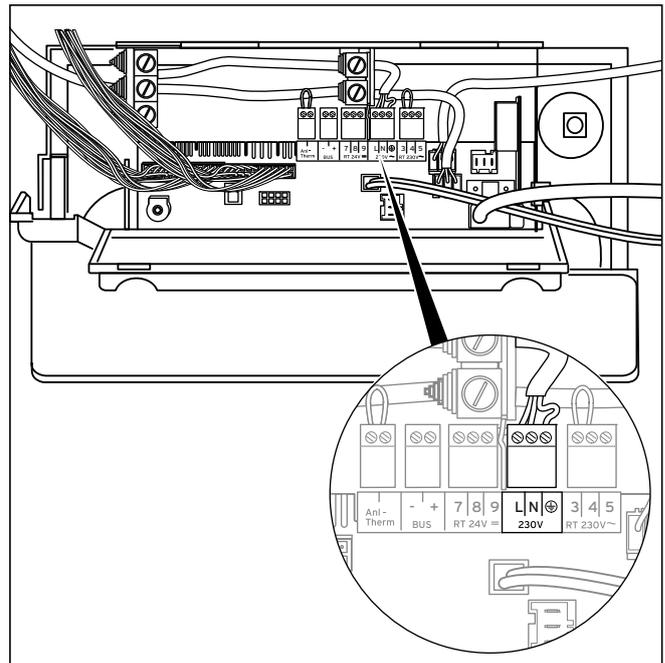

Abb. 5.16 Beispiel für Kabelführung
- Schließen Sie die Adern an die Steckplätze der Elektronik an (L, N und Erde), siehe Abb. 5.16. Verwenden Sie den ProE-Stecker des entfernten Netzanschlusskabels.
- Schließen Sie die Adern entsprechend Abb. 5.16 an die entsprechenden ProE-Stecker bzw. Steckplätze der Elektronik an.